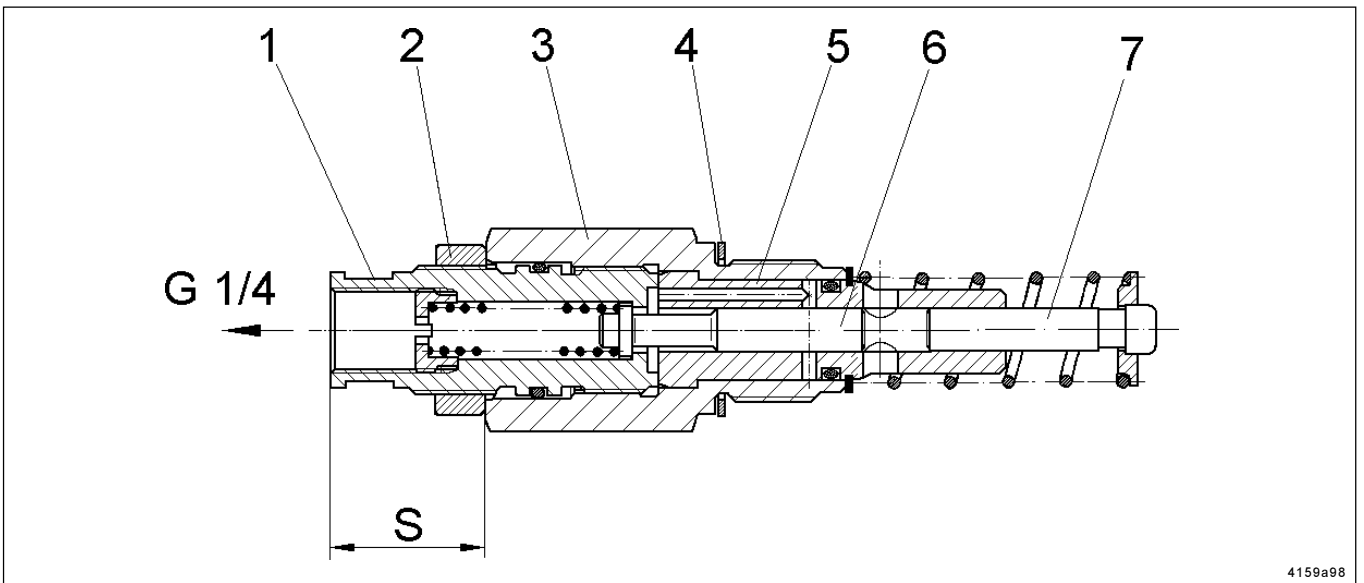
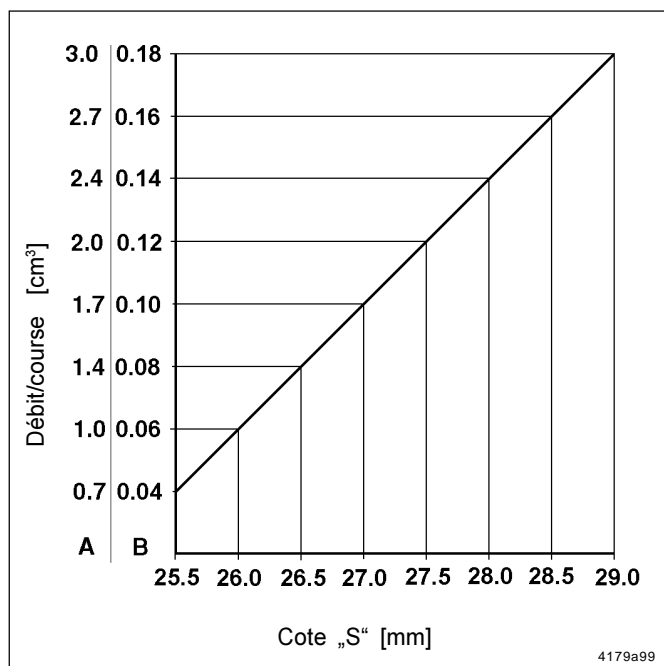

Fig. 4 - Coupe d'un élément de pompe réglable
Fig. 5 - Diagram du débit
- Desserrer le contre-écrou (2, fig. 4) en maintenant le corps de l'élément de pompe (3) à l'aide d'une clé de serrage.
- Régler la tige de réglage (1) à l'aide d'une clé de serrage. Voir le diagramme de débit (fig. 5).
- La cote „S“ indiquée sur la figure 4 peut être déterminée suivant la fig 5 en fonction du débit désiré.
- Dévisser la tige de réglage (1, fig. 4) du corps de l'élément de pompe (3) pour obtenir une cote „S“ de 30 mm.
- Visse le contre-écrou (2) sur le butoir de la tige de réglage (1).
- Visser la vis de réglage (1) avec le contre-écrou (2) jusqu'au butoir dans le corps de l'élément de pompe (3).